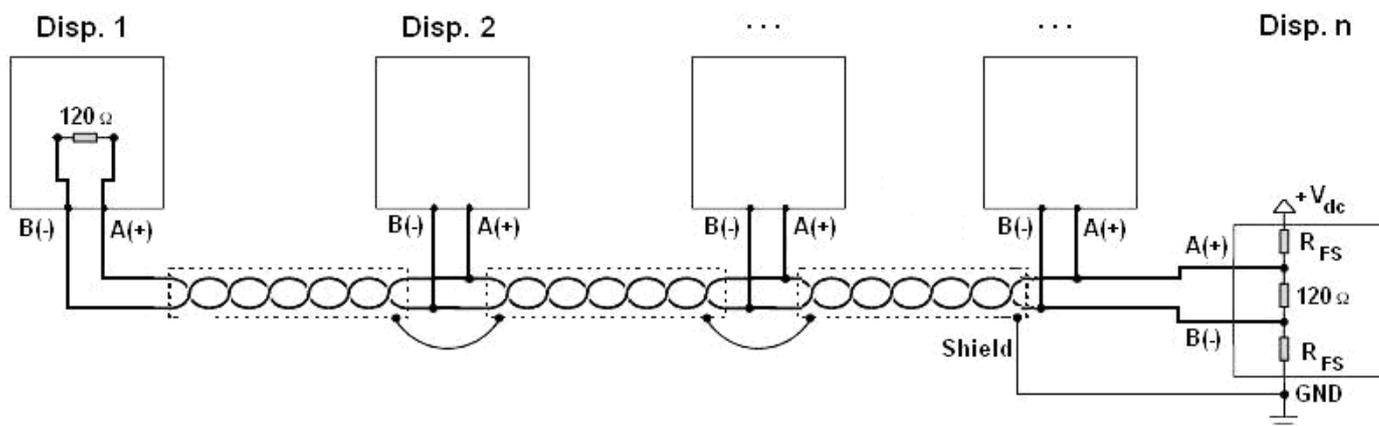

Figura 1: schema elettrico del collegamento RS485.
- Sulla rete RS485 si collegano normalmente 2 **resistenze di terminazione** pari all'impedenza caratteristica del cavo (tipicamente date da 120  $\Omega$ , vedere Figura 1), **SOLAMENTE** sui 2 dispositivi **posizionati ai 2 estremi dell'anello di connessione** (ad esempio indicatore e ultimo dispositivo).
Per realizzare un partitore resistivo che mantenga questa differenza di potenziale anche quando tutti i trasmettitori sono disattivati, occorre inserire nella porta RS485 dell'indicatore (dove si trovano le resistenze di terminazione) due **resistenze di polarizzazione** o **di fail-safe** ( $R_{FS}$  in Figura 1). Il valore di queste resistenze è compreso tra 390  $\Omega$  e 2,2 k $\Omega$ .